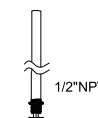

Figure 8
1. Dévissez les écrous de la fixation ½ po NPT (Figure 8)